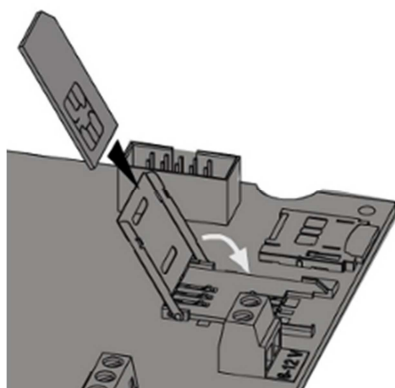

Рисунок 15: Ориентация вставки SIM-карты...
4. Отвести крышку корпуса SIM-карты в сторону, чтобы открыть её, как указано стрелкой надписью OPEN (см. рисунок 15).